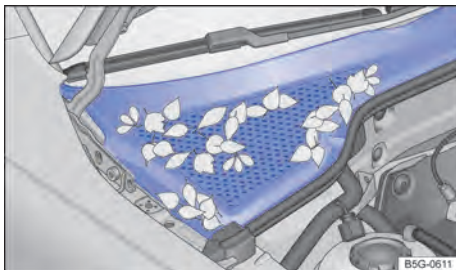

Fig. 196 Entre o compartimento do motor e o para-brisa: caixa de água (representação esquemática).
- A caixa coletora de água está localizada no compartimento do motor, entre o para-brisa e o motor e sob uma cobertura perfurada → Fig. 196. O ar ambiente é sugado da caixa coletora de água para o interior do veículo por meio do sistema de aquecimento e ventilação ou do ar-condicionado.